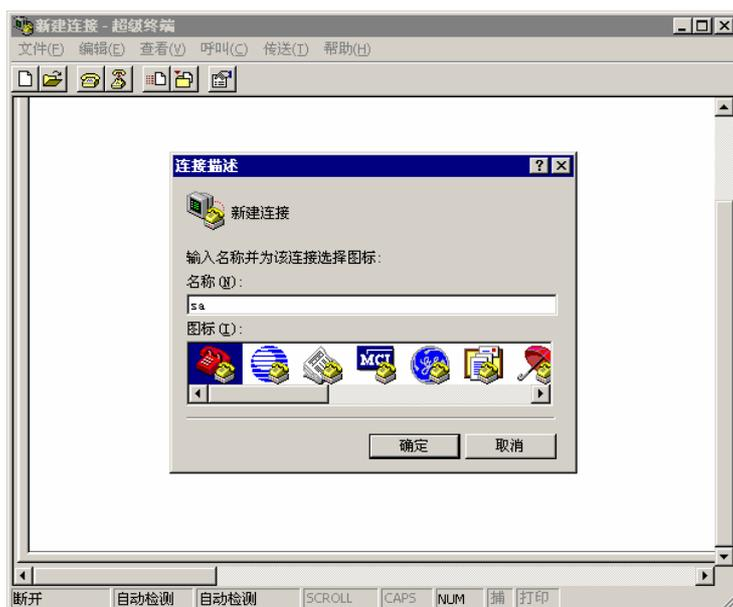

图 5-1 设置监测分站 IP 地址
- (1) 用 9 芯串行电缆，一头连接电脑的串口 COM1，一头连接监测分站的串口 COM1；
- (2) 选择 windows2000 中的开始->程序->附件->超级终端；然后打开超级终端程序（如图 5-1 所示），这里以 sa 作名称为例；